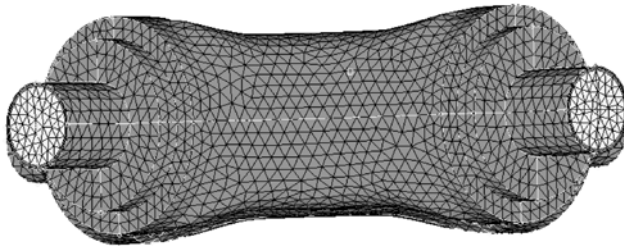

图 5-200 选择 inflow 组件的结果
- (11) 选择 Mesh > Delete > Elements 命令。单击黄色的 elems 按钮并选择 displayed。
- (12) 单击 delete entity 命令，这样将删除掉模型中所有的 2D 单元。
- (13) 在 Delete 面板下，单击切换按钮并为 elems 切换为 comps。单击 comps 并选择已经没有用的组件：CFD_boundary_layer、Hexcore、Pyramids、faces_pyra_hex、tetras_exterior。
- (14) 依次单击 delete entity 和 return 按钮。
- (15) 在 Model Browser 中，右击 Component 并选择 Show 来显示剩下的组件。现在仅有体单元可以被显示。
- (16) 选择 BC > Faces 命令。
- (17) 单击 comps 按钮并选择 fluid 组件。
- (18) 输入 tolerance 的值为 0.010 并选择 find faces。单击 return 按钮关闭面板。
- (19) 选择 BCs > Organize 命令。
- (20) 单击 elems 按钮并选择在入口处的单元。
- (21) 单击 dest component = 并选择 inflow 组件，结果如图 5-200，接着单击 move 按钮。